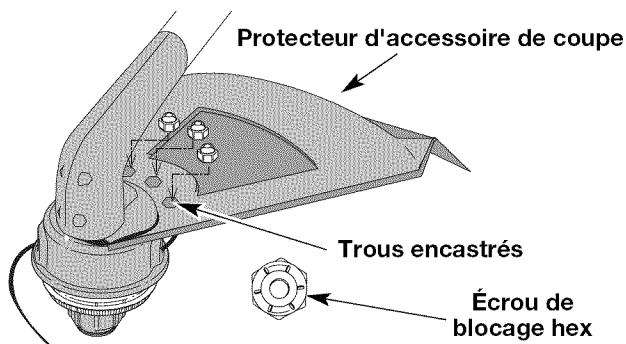

Fig. 4
- Placez un écrou de blocage hex dans l'un des trois trous encastré, sur le dessus du protecteur d'accessoire de coupe (Fig. 4).